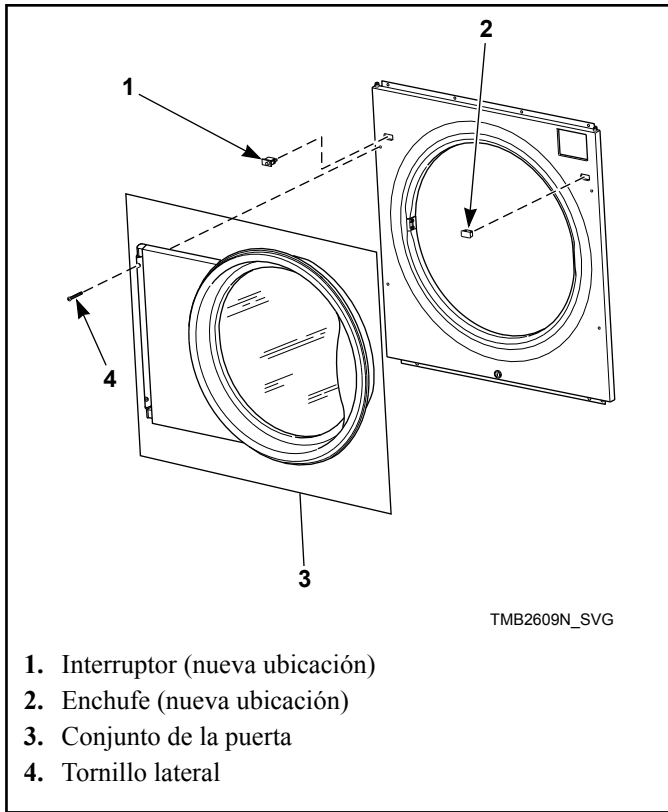

Figura 11
9. Ponga el panel del frente en la máquina, fije los cuatro tornillos inferiores sin apretarlos. Conecte el arnés del interruptor de la puerta al interruptor de la nueva ubicación. Instale el conjunto de la puerta y los cuatro tornillos laterales del panel del frente. Consulte la *Figura 11* .